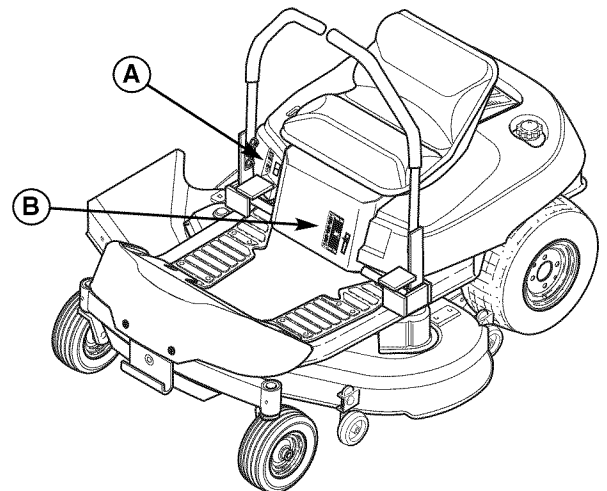

Figura 37. Ajuste de la altura de corte
La brecha final de las palancas de control deben ajustarse de modo que las palancas no se toquen entre sí cuando se pongan en posición de DRIVE. Afloje la contratuerca (A, Figura 37) y ajuste la longitud del tornillo de cabeza redonda (B) de modo que las palancas no se toquen entre sí. Repita lo mismo en el lado opuesto. Apriete la contratuerca (A) para fijar el tornillo de cabeza redonda en su posición.
Para aumentar la altura de corte de la segadora (elevar la cubierta de la segadora), oprima la parte superior del ajuste de altura de corte de la segadora (A, Figura 37). Para disminuir la altura de corte de la segadora (bajar la cubierta de la segadora), oprima la parte inferior del ajuste. El rango de la altura de corte de la segadora es 9,5 a 3,8 cm (3-3/4" a 1-1/2"). El indicador de altura de corte indica la posición de la cubierta de la segadora. El indicador de altura de corte (B) se encuentra en la parte frontal del montable, justo detrás de la pierna izquierda del conductor.